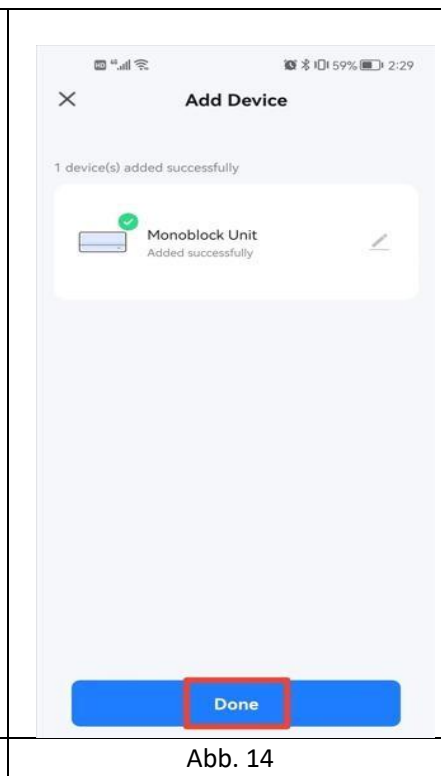

Abb. 14
5. Rufen Sie das Verbindungsinterface des Geräts auf, sobald der Fortschrittsbalken fertig ist und das Gerät erfolgreich verbunden wurde. Klicken Sie auf die „Done“-Taste (fertig), um das Betriebsinterface des Geräts aufzurufen, wie in Abb. 14, 15 gezeigt.